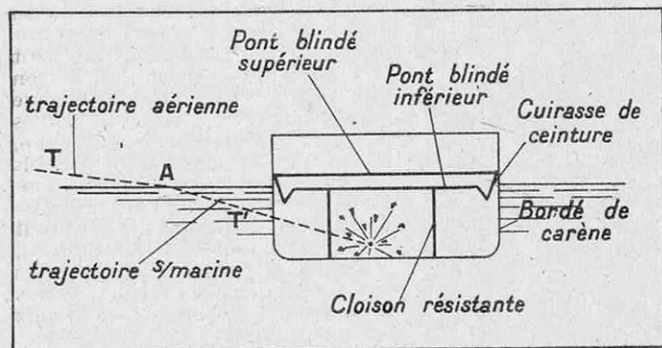

FIG. 6. — ATTAQUE PAR PROJECTILE-TORPILLE-FUSÉE D'UN NAVIRE PROTÉGÉ
(1) On la trouvera reprise dans « La torpille d'avion aura-t-elle raison du cuirassé ? » (n° 241 *Science et Vie*, juillet 1937). Voir également figure 6.